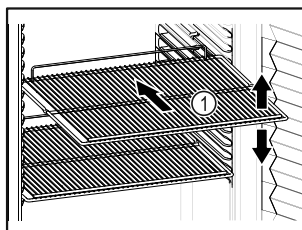

Fig. 60 Príklad zobrazenia
- ❑ Ak sa dajú odkladacie rošty Fig. 60 (1) premiestniť, prispôbte výšku.